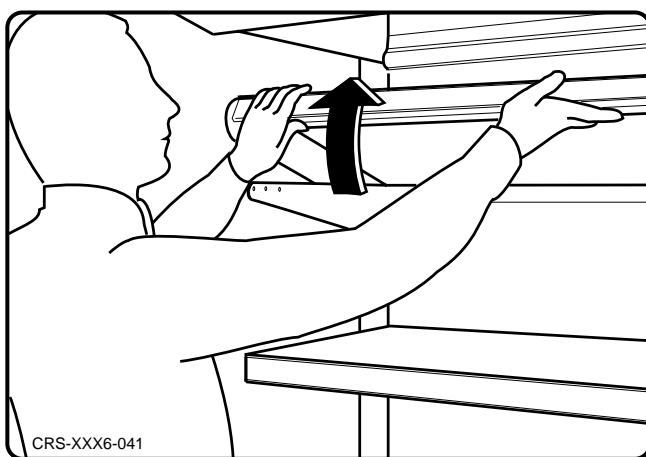

Fig. 2
- Levantar delante las planchas unos 15-20 cm y mantenerlas levantadas por una 2ª persona (véase la fig. 2).
- Levantar a parte da frente das superfícies de exposição da vitrine cerca de 15-20 cm e mantê-las assim com ajuda de outra pessoa (ver fig. 2).
- Legborden aan de voorzijde ca. 15-20 cm optillen en door een tweede persoon laten vasthouden (zie afb. 2).